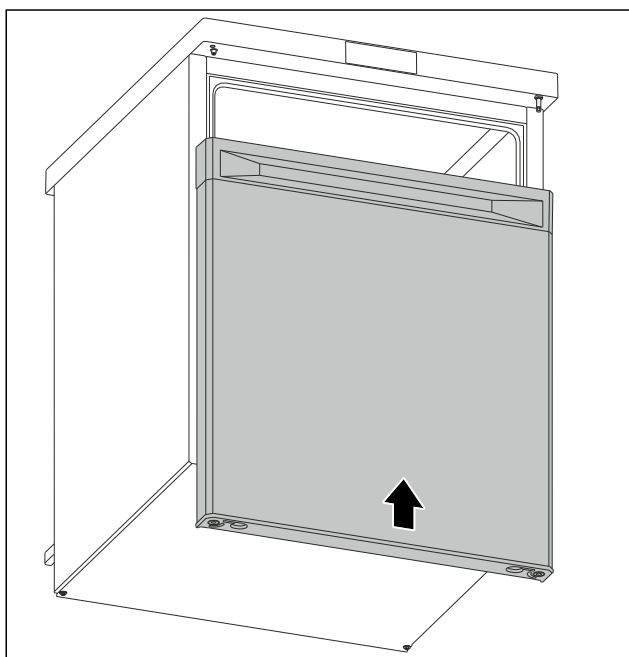

Fig. 13
- V zavřeném stavu nasadte dvířka na horní čep. (viz Fig. 13)